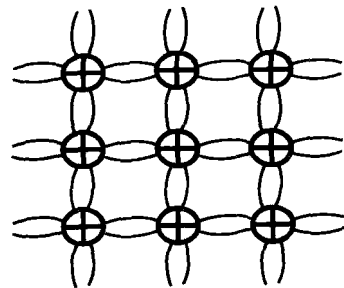

图 1.8 本征材料
• 共价键结构的晶体 在本征半导体材料中掺入3价元素（受主杂质）就会出现一个空穴，掺入5价元素（施主杂质）就会多出一个电子，前者为P型半导体（空穴导电），后者为N型半导体（电子导电）。本征材料晶体结构图如图1.8所示。